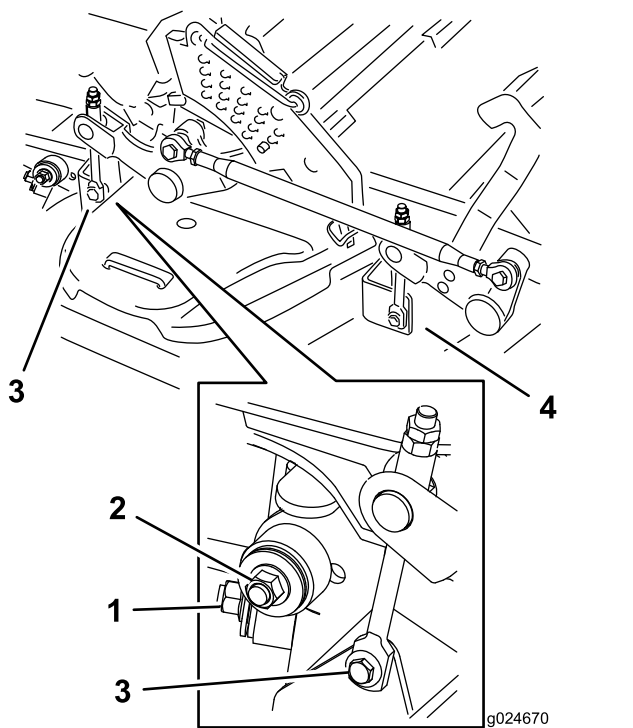

**Figura 120**
5. Sollevate il pianale e inserite un cricchetto nel foro quadrato del tenditore del piatto di taglio (Figura 119 o Figura 120).
6. Ruotate il tenditore del piatto di taglio in senso orario, sollevate l'aletta guidacinghia (solo macchine con scarico posteriore) e rimuovete la cinghia del tosaerba (Figura 119 o Figura 120).